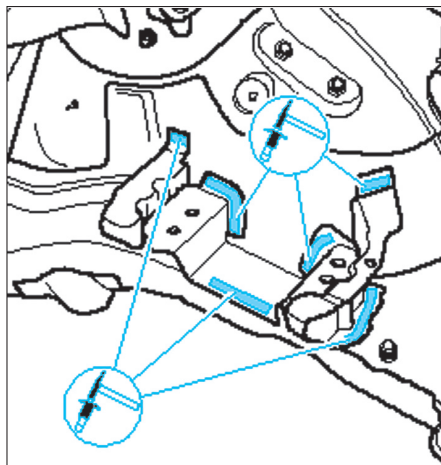

FIG. 7
- Séparer l'insert du reste de la carrosserie avec un marteau et un ciseau (Fig.7).